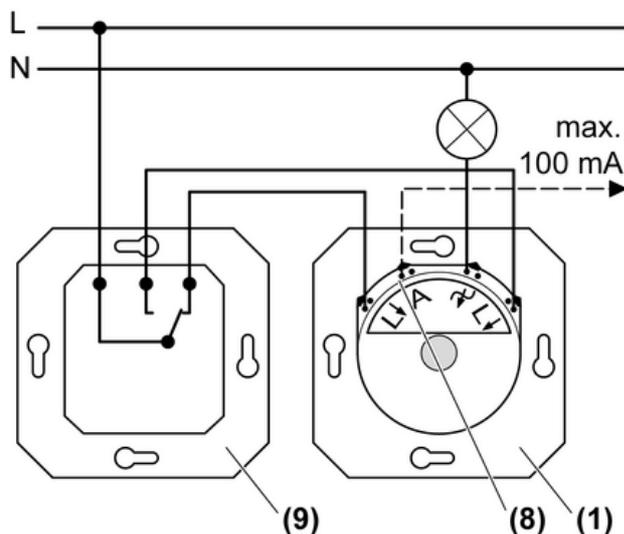

Figure 3: Commutation intermittente
- (1) Variateur
- (8) Sortie de commande A
- (9) Interrupteur va-et-vient
- Raccorder le variateur (1) et l'interrupteur va-et-vient (9) conformément au schéma de raccordement (figure 3).